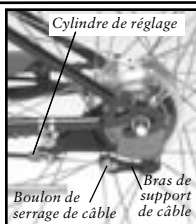

Figure 3.53 - Frein à tambour interne
1. Desserrez l'écrou de blocage du cylindre de réglage (figure 3.53) et tournez le cylindre de réglage.
- Poussez le bras du support de câble (figure 3.53) vers l'avant et le boulon de serrage du câble vers l'arrière, de manière à ce que le boulon soit aligné avec le trou du plus grand diamètre dans le support.